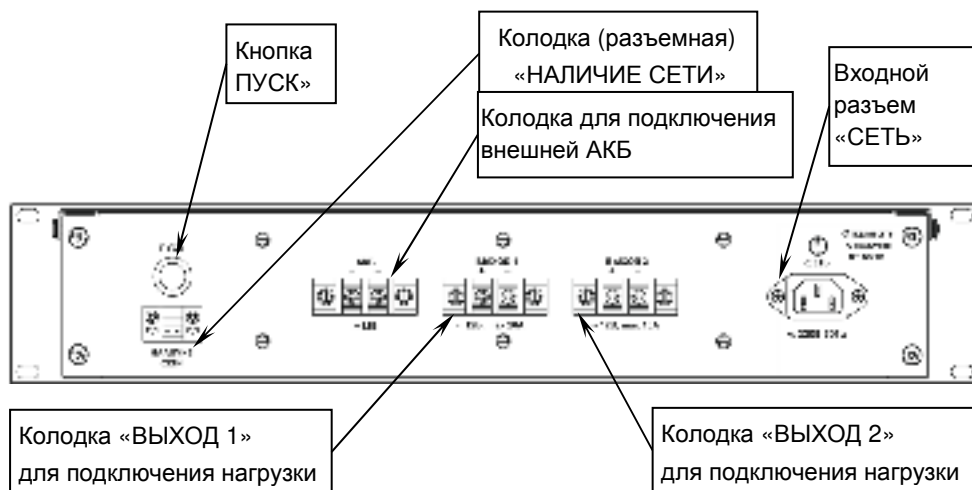

Рисунок 2 – Задняя панель изделия
На задней панели изделия расположены (см. рисунок 2):
Включение изделия после замены АКБ при отсутствии напряжения питающей сети осуществляется кнопкой «ПУСК» (см. рисунок 2).
- Выполнить подключение изделия при отключенном сетевом напряжении в следующей последовательности (см. рисунок 2):**